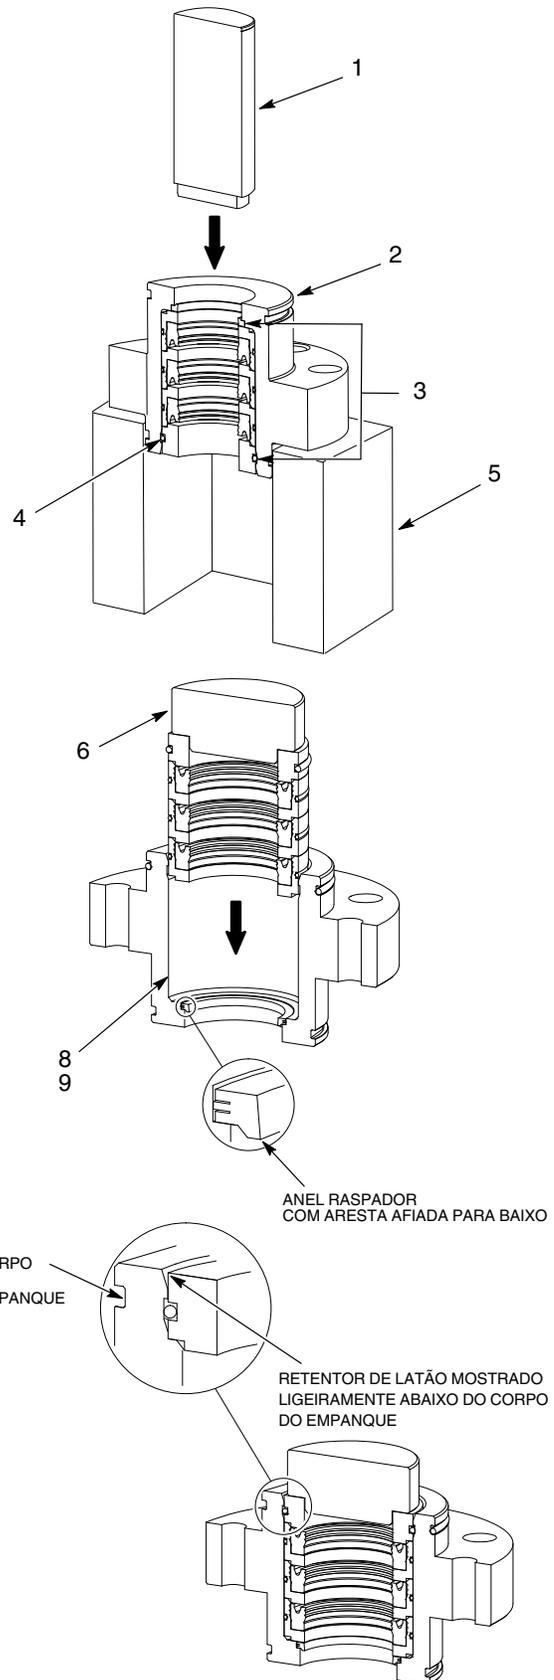

Figura 2 Substituição das peças internas de empanques
1. Consulte a figura 2. Coloque o corpo do empanque (2) numa fixação (5) com a extremidade do copo de solvente voltada para cima.